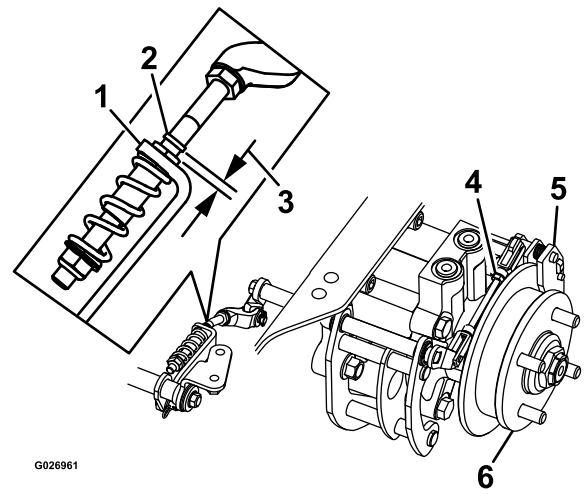

Figura 73
7. Compruebe si hay un espacio visible entre la escuadra y el tope del acoplamiento (Figura 73).